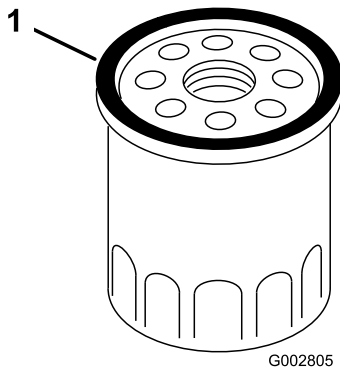

**Figura 26**
6. Retire el filtro de aceite (Figura 26).